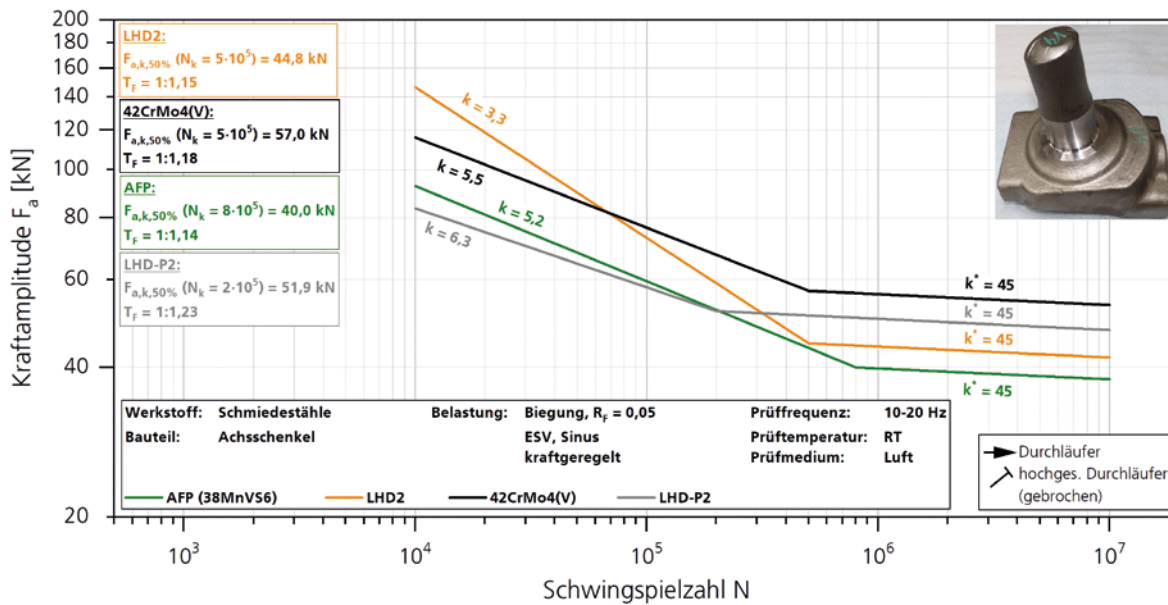

Bild 2: Vergleich der Bauteilwöhlerlinien von Achsschenkeln aus unterschiedlichen Werkstoffen
Anhand der Untersuchungen an den Achsschenkeln wurden neben dem neuen Werkstoff LHD2 zum Vergleich beziehungsweise als Referenz weitere Untersuchungen an Achsschenkeln aus dem Vergütungsstahl 42CrMo4(V) sowie einem AFP-Stahl durchgeführt und mit den Ergebnissen des im Forschungsprojekt „LHD-Schmiedestahl“ [2] entwickelten Werkstoffes LHD-P2 verglichen (Bild 2).